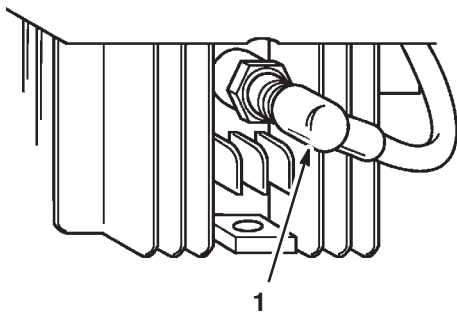

Figure 91
1. Arrêter le moteur et débrancher le fil de bougie (Fig. 91) avant d'installer ou de retirer l'obturateur.
- Arrêter le moteur et débrancher le fil de bougie (Fig. 91), avant d'installer ou de retirer la plaque de paillage.